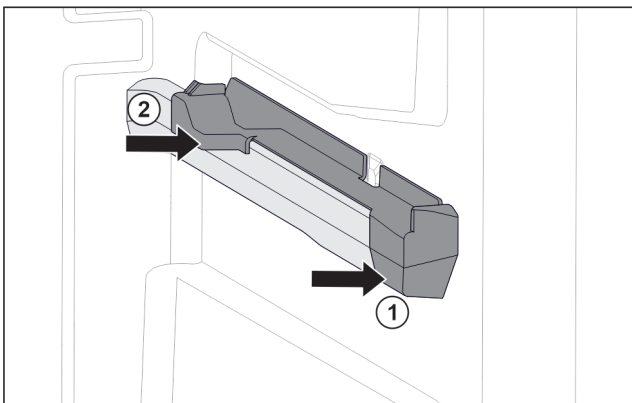

Fig. 154 Aufsteckteil auf der rechten Behälterrippe
- ▶ Aufsteckteil vorne an Behälterrippe ansetzen. Fig. 154 (1)
- ▶ Aufsteckteil hinten andrücken. Fig. 154 (2)